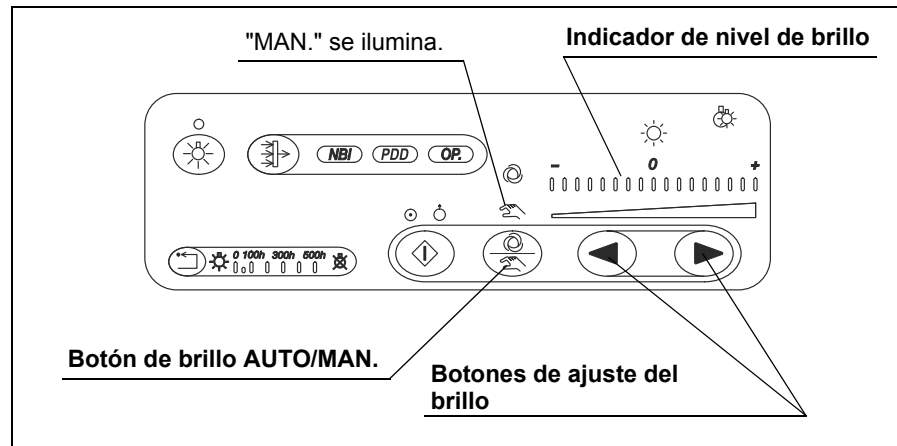

Figura 4.7
1. Presione el botón de brillo AUTO/MAN. para seleccionar el ajuste manual de brillo (véase la figura 4.7).